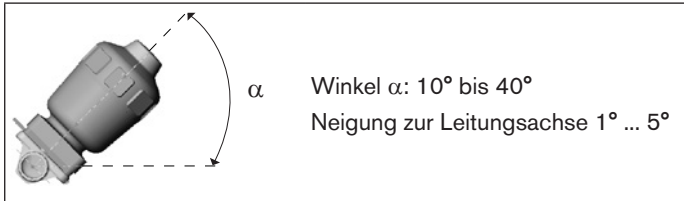

Bild 2: Einbaulage zur Selbstentleerung des Gehäuses
- Gehäuse um den Winkel  $\alpha = 10^\circ$  bis  $40^\circ$  geneigt zur Horizontalen einbauen (siehe „Bild 2“).